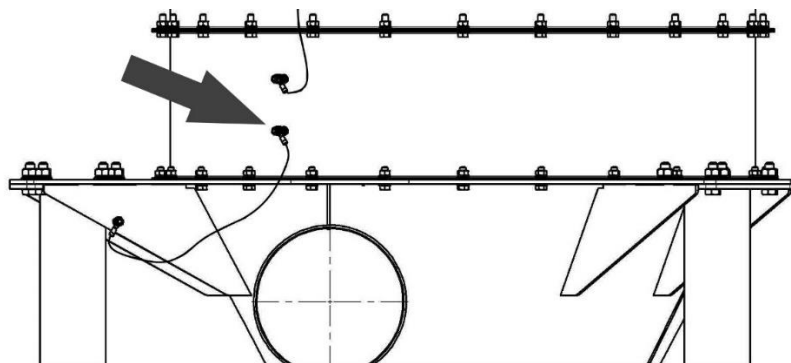

Рисунок 9
5.2.4 Для фильтров в антистатическом исполнении соединить заземляющий контур между фильтровальным опорным модулям (рисунок 9).